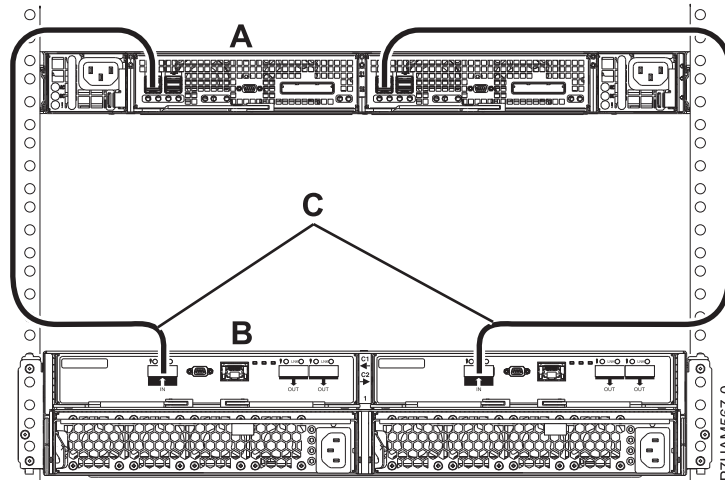

図 39. EX ケーブルを使用した PCIe ストレージ・エンクロージャーへの 1 台の 5887 ディスク・ドライブ・エンクロージャーのモード 1 接続
13. 90 ページの図 39 に示すように、EX ケーブル (C) を使用して、SAS ディスク・ドロワー (A) をサポートする PCIe ストレージ・エンクロージャーに 1 台の 5887 ディスク・ドライブ・エンクロージャー (B) のモード 1 接続を行います。
- PCIe ストレージ・エンクロージャー (A) の各内部アダプターは、他のアダプターおよびすべてのディスク・ドライブ・ベイにアクセスできます。
- 90 ページの図 39 に示すように、同じ 5887 ディスク・ドライブ・エンクロージャーの両方の EX ケーブル (C) は、PCIe ストレージ・エンクロージャーの同番号の SAS ポートに接続する必要があります。